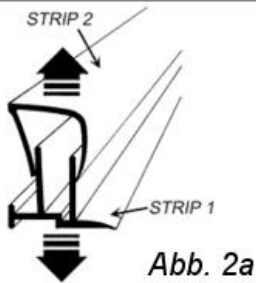

Abb. 2a
3. Trennen Sie LEISTE 1 wie in der Abbildung angegeben von Leiste 2, positionieren Sie LEISTE 1 auf dem Wannenrand und drücken Sie diese gegen die Wand/Fliesen, um zu überprüfen ob Länge und Eckverbindungen passen (Abb. 2a & 2b)